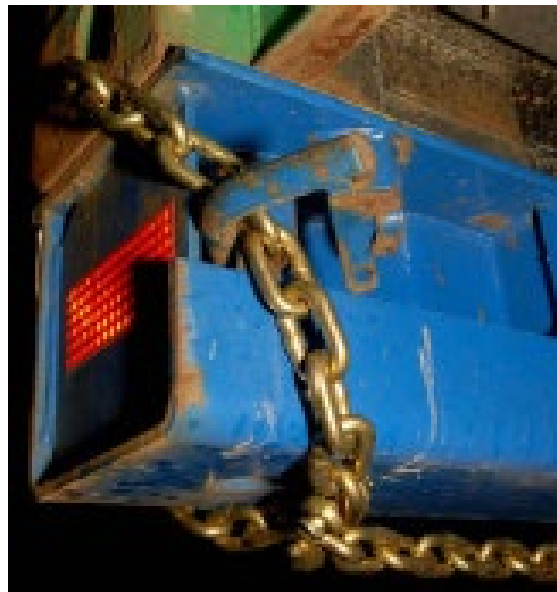

Figure 3 : Arrimage au moyen d'une chaîne
1. L'article 393.126 du CFR 49 permet d'arrimer un coin d'un conteneur intermodal sur un châssis intermodal au moyen de dispositifs d'arrimage ou d'un dispositif de verrouillage intégré, à condition que chaque coin soit arrimé indépendamment (voir la politique opérationnelle 15 Arrimage de la cargaison b.(13)). Selon l'interprétation, la norme 10 du CCS canadien n'autorise l'utilisation d'une chaîne ou d'un câble métallique que pour fixer le coin d'un conteneur intermodal, et seulement comme dispositif d'arrimage temporaire pour remplacer un dispositif de verrouillage intégré défectueux ou brisé. Voyez, en exemple, la figure 3.